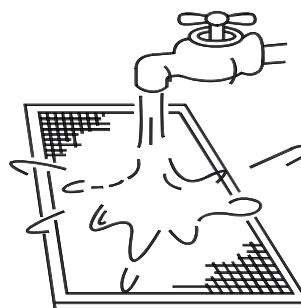

Рис. 4-7
5. При очистке водой фильтр должен лежать лицевой стороной вниз (см. рис. 4-7).